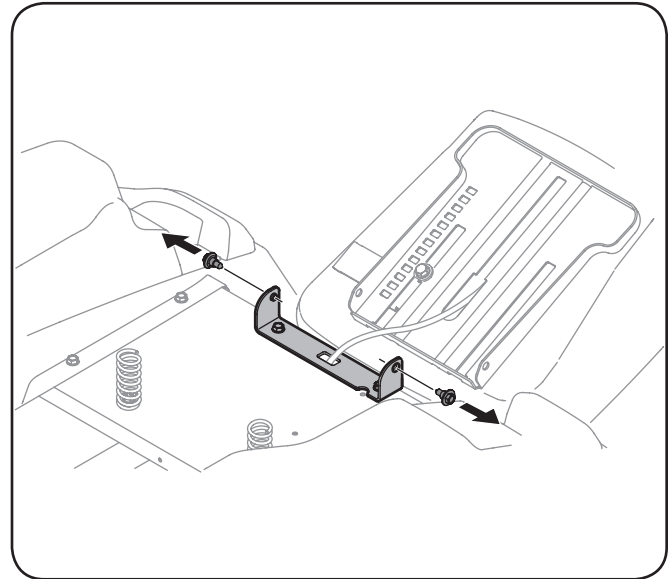

Figura 3-4
2. Quite los dos pernos de reborde del contenedor del asiento tal como se muestra en la Figura 3-4.